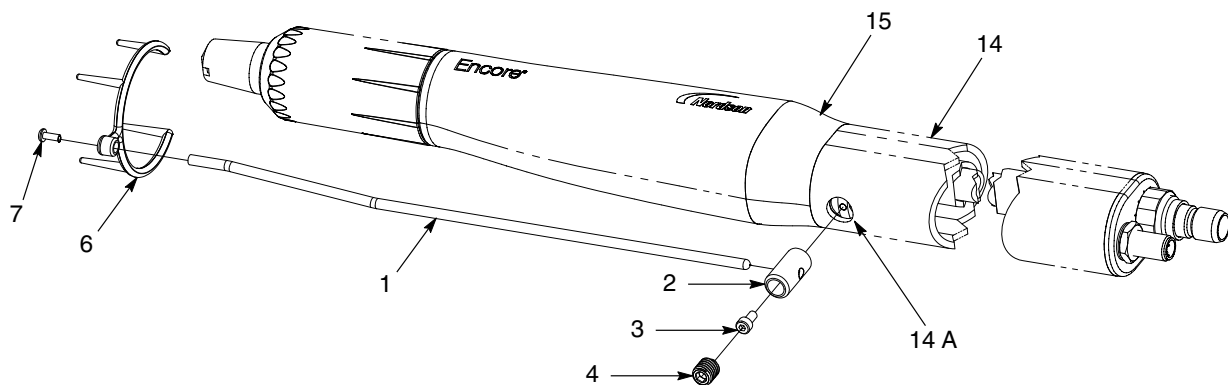

Abbildung 3 Ionensammler installieren – Applikator für Rohrmontage
9. Siehe Abbildung 3. Falls erforderlich den Stopfen aus der Montagebohrung (14A) entfernen.
10. Die Führung (2) durch die Montagebohrung (14A) stecken und mit der Innensechskantschraube (3) an der Erdungsplatte in der hinteren Gehäusebaugruppe (15) befestigen.
11. Den Sammelstab (1) in die Führung stecken und mit dem M10×10-Gewindestift mit Nylonspitze (4) befestigen.
12. Die Mehrfachspitze (6) mit der M3×8-Schraube (7) am Sammelstab (1) befestigen.